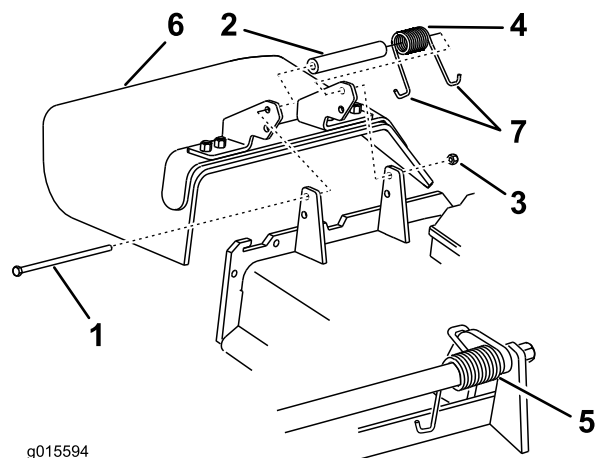

Figura 89
1. Retire la contratuerca, el perno, el muelle y el espaciador que sujetan el deflector a los soportes de pivote (Figura 89).
2. Retire el deflector de hierba dañado o desgastado (Figura 89).
Nota: Asegúrese de colocar un extremo en J del muelle detrás del reborde de la carcasa antes de instalar el perno, como se muestra en la Figura 89.
6. Coloque un extremo en J del muelle alrededor del deflector de hierba (Figura 89).